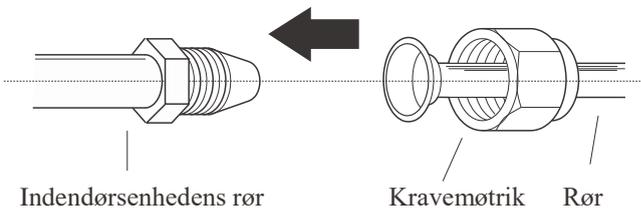

Fig. 5.7
1. Anbring de to rør, du vil forbinde, så midten af rørene er ud for hinanden. Se **fig. 5.7**.